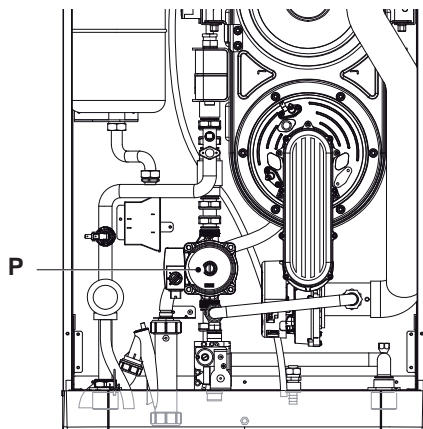
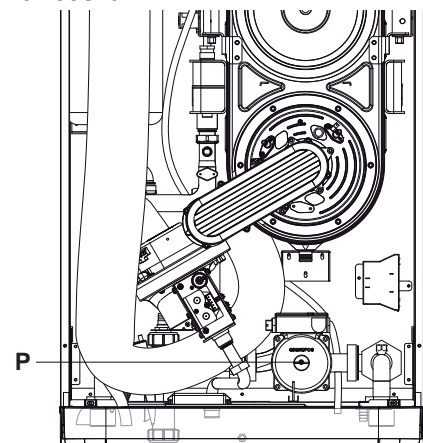

Figura 6.2
Figura 6.3
- Togliere il tappo (P) in Figura 6.2 e Figura 6.3 e sbloccare la pompa ruotando il rotore con un cacciavite.